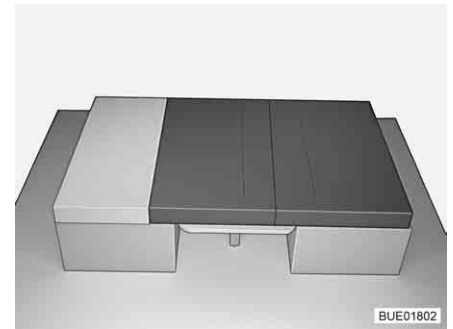

Fig. 115 Après la transformation
- Placer un coussin de dossier entre le coussin d'assise et la paroi arrière de la banquette (voir Fig. 115).